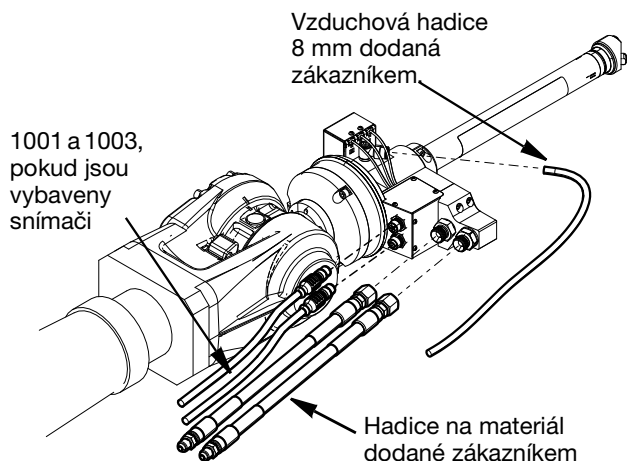

FIG. 7
2. Odpojte přívodní hadici materiálu a hadici zpětného vedení materiálu. Při povolování přípojky vysokotlaké hadice vždy používejte dva klíče. Viz FIG. 7
3. Odpojte vzduchovou hadici 8 mm. Viz FIG. 7
4. Odpojte konektory kabelů vyšroubováním šroubení na konektoru kabelu s 5 kolíky (1001) a konektoru kabelu s 8 kolíky (1003), pokud je nainstalováno. Viz FIG. 7